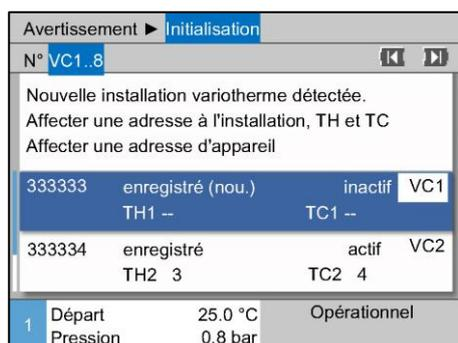

Fig. 23 : Affecter une ID module.
2. Appuyer la touche et affecter l'adresse du module VC (→ Fig. 23 ex. VC1)